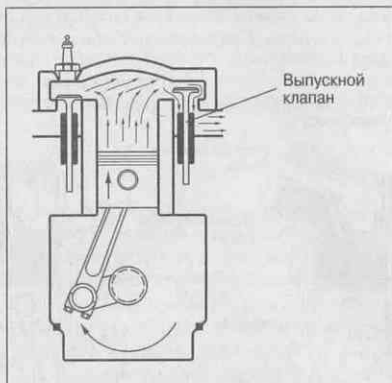

Рис. 6.17. Такт выпуска
4. **Такт выпуска.** Поршень снова *поднимается*, толкая отработанные газы вверх, затем открывается **выпускной клапан** и выпускает газы в **выпускной коллектор** (рис. 6.17). Отсюда газы удаляются по **выхлопной системе** (в новых машинах она оснащена устройствами каталитической очистки) через **глушитель** и **выхлопную трубу** в окружающую среду.